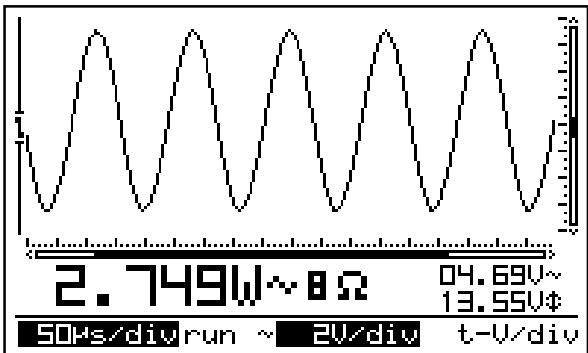
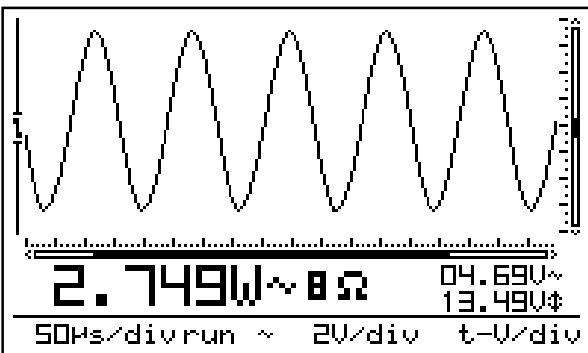

Fig 38
Fig 39
**Autorange on (Fig. 38) :**
**Autorange off (Fig. 39) :**
**Autobereik aan (Fig. 38) :**
**Autobereik uit (Fig. 39) :**
**Autorange actif (Fig. 38) :**
- La trace est recentrée verticalement (Y) au centre de l'écran.
**Autorange inactif (fig. 39) :**
**Auto. Bereichseinstellung „ein“ (Abb.38) :**
**Automatische Bereichseinstellung (Abb. 39)**